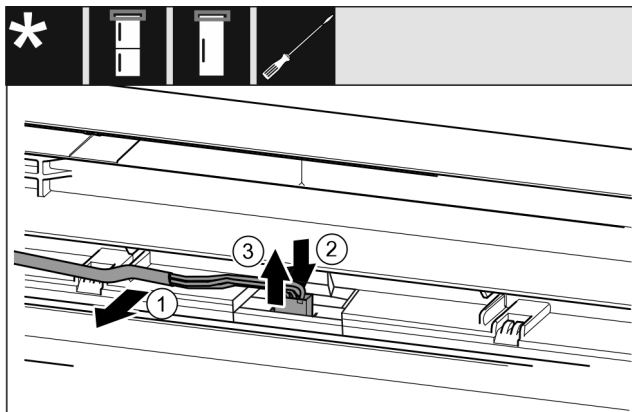

Fig. 23 Kombinált hűtő-fagyasztókészülékek / fagyasztókészülékek / hűtőkészülékek*
- ▶ Óvatosan vegye ki a kábelt Fig. 23 (1) az ajtóban lévő vezetősínből.*
- ▶ Nyomja hátra a dugó alatti fedőlemezt Fig. 23 (2).*
- ▶ Óvatosan húzza ki felfelé a dugót Fig. 23 (3).*